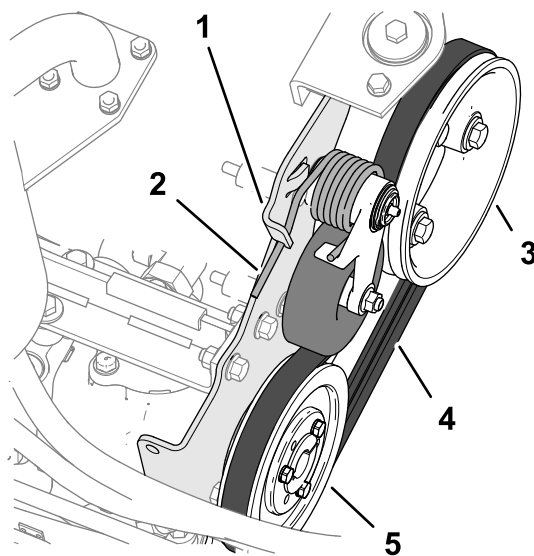

Рисунок 81
2. Потяните вниз за конец пружины натяжения ремня и выведите его из выемки в выступе крепления насоса, затем отведите конец пружины вперед (Рисунок 81).